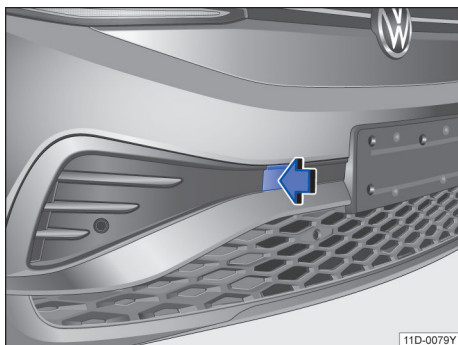

图 147 拆卸盖板
- 按压盖板的左侧区域 → 图 147（箭头），松开盖板的卡扣。